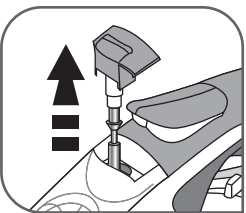

Fig. 18
- **Távolítsa el a vízkő rudat, állítsa a termostátot MAX-ra, nyomja meg a szeleptároló gombot, majd húzza azt ki óvatosan – fig.18.**